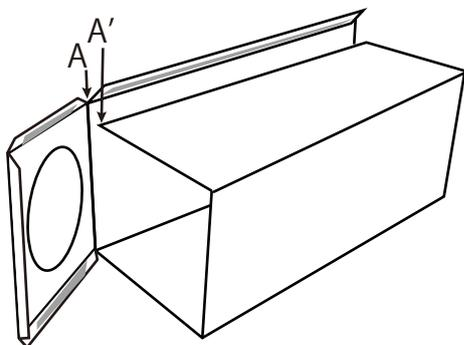

図4-1 筒の側面を貼り付ける
7) 長い側面A-A' をキッチリ合わせて貼り付けます (図4-1)。